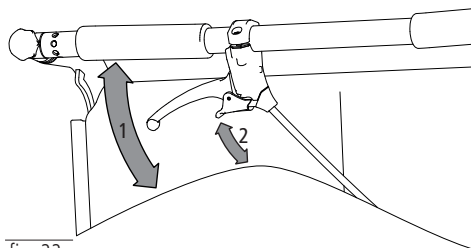

fig. 22
1. Ved at trække bremsehåndtaget opad (1, fig. 22) har man kontrol over kørestolens bremsemåde.
2. For at parkere kørestolen kan bremsehåndtaget låses. Skub i denne forbindelse også den lille låsearm opad (2, fig. 22). Den klikker ind i den øverste stilling. Når bremsehåndtaget skubbes opad, frigøres låsemekanismen automatisk, og bremsen frigøres igen.